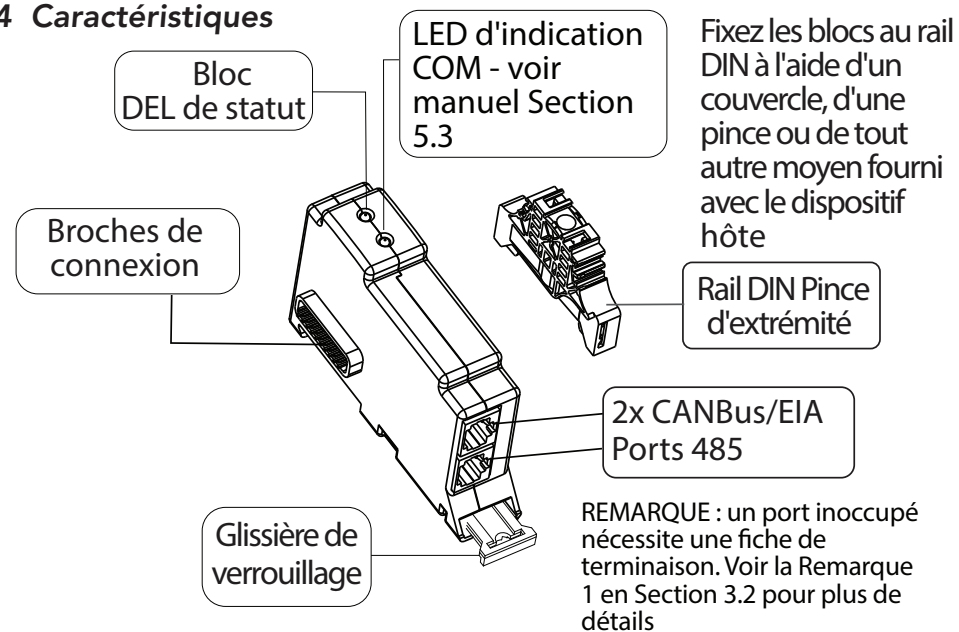
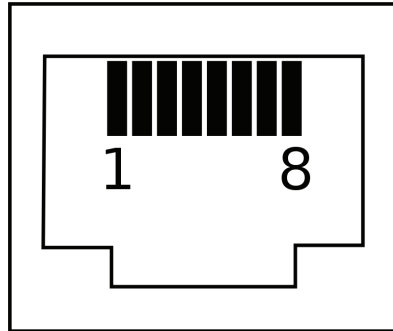

Figure 2-1. Caractéristiques du ReadyBMS
Figure 3-2. Extrémité de la fiche RJ-45 - Profil du conducteur
Pour les batteries CANBus, utilisez un câble droit RJ-45 (fourni) à 8 conducteurs, et attachez une extrémité à l'un des ports RJ-45 du bloc BMS - voir figure 2-1. Attachez l'autre extrémité à un port CANBus sur la batterie du BMS. Toutes les batteries prises en charge sont conformes à la configuration des broches CAN - pour plus de détails, voir le tableau 3-1 et la figure 3-2 de la section 3.3.
**REMARQUE 1 :** si le bloc BMS est utilisé avec le seul contrôleur du système, ou s'il est à l'extrémité d'un réseau CANBus, le port RJ-45 du bloc BMS qui n'est pas connecté à la batterie du BMS nécessitera l'installation d'une fiche de terminaison (avec une résistance de terminaison de 120 Ohm installée sur les fils CANL et CANH). Une fiche de terminaison de communication du bloc BMS est incluse - voir la figure 2-1 dans la section 2.4 Caractéristiques. Pour toute exigence de terminaison CANBus côté batterie BMS, consultez la documentation du fabricant de votre batterie BMS tierce.
Toutes les batteries *actuellement* prises en charge sont conformes à la configuration des broches CAN. Pour une liste à jour des produits de stockage de batterie pris en charge par le ReadyBMS, visitez le site www.morningstarcorp.com. Les batteries compatibles CANBus nécessitent un assemblage de câbles avec la configuration indiquée dans le tableau 3-1 et la figure 3-2 ci-dessous. Certains systèmes avec batterie BMS peuvent nécessiter un assemblage de câbles modifié - disponible séparément.
Voir la figure 2-1 de la section Caractéristiques 2.4 et le tableau 5-1 ci-dessous.